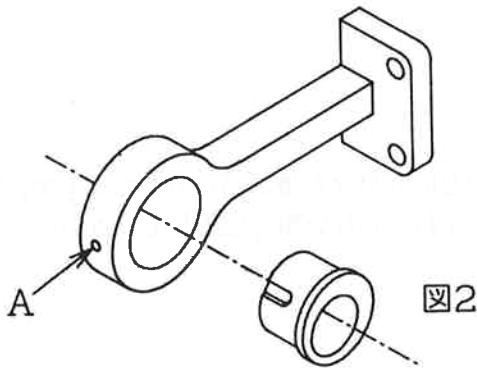

図2
15. 線材ガイドの交換方法 <図2参照>
- カッターブロックを取り付けます。カップリングの凹凸、ピン、ノックピンとノック穴を正確に合わせ取り付け、図2のAのネジを締めて下さい。 <図7参照>